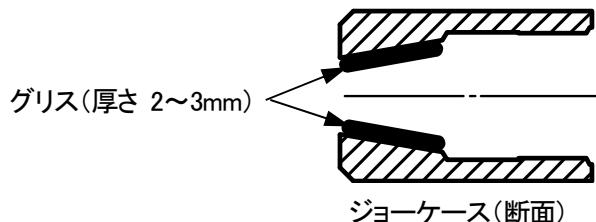

図 7-4
- ⑥ジョーケースの内側(ジョーと接する面)にグリスを充分に塗布して組み付けてください。(図 7-4 参照)